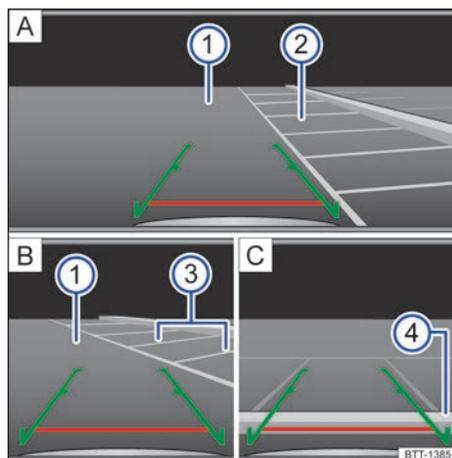

Fig. 105 Exibição do display do sistema do rádio: estacionar com a câmera de marcha a ré.
Legenda para Fig. 105:
- Posicionar o veículo na frente da vaga de estacionamento → Fig. 105 ② ▶ **A**.
- Conduzir para trás lentamente e manobrar de modo que as guias verdes laterais conduzam entre as linhas de delimitação da vaga de estacionamento delimitada ② ▶ **A**. ▶